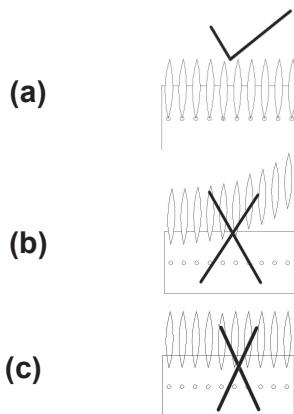

Fig. 37 Llamas aceptables únicamente: (a)
- d. Con la mano protegida por un guante, regule el obturador de aire hasta que observe una llama estable, principalmente azul. Las llamas aceptables se muestran en la Fig. 37.